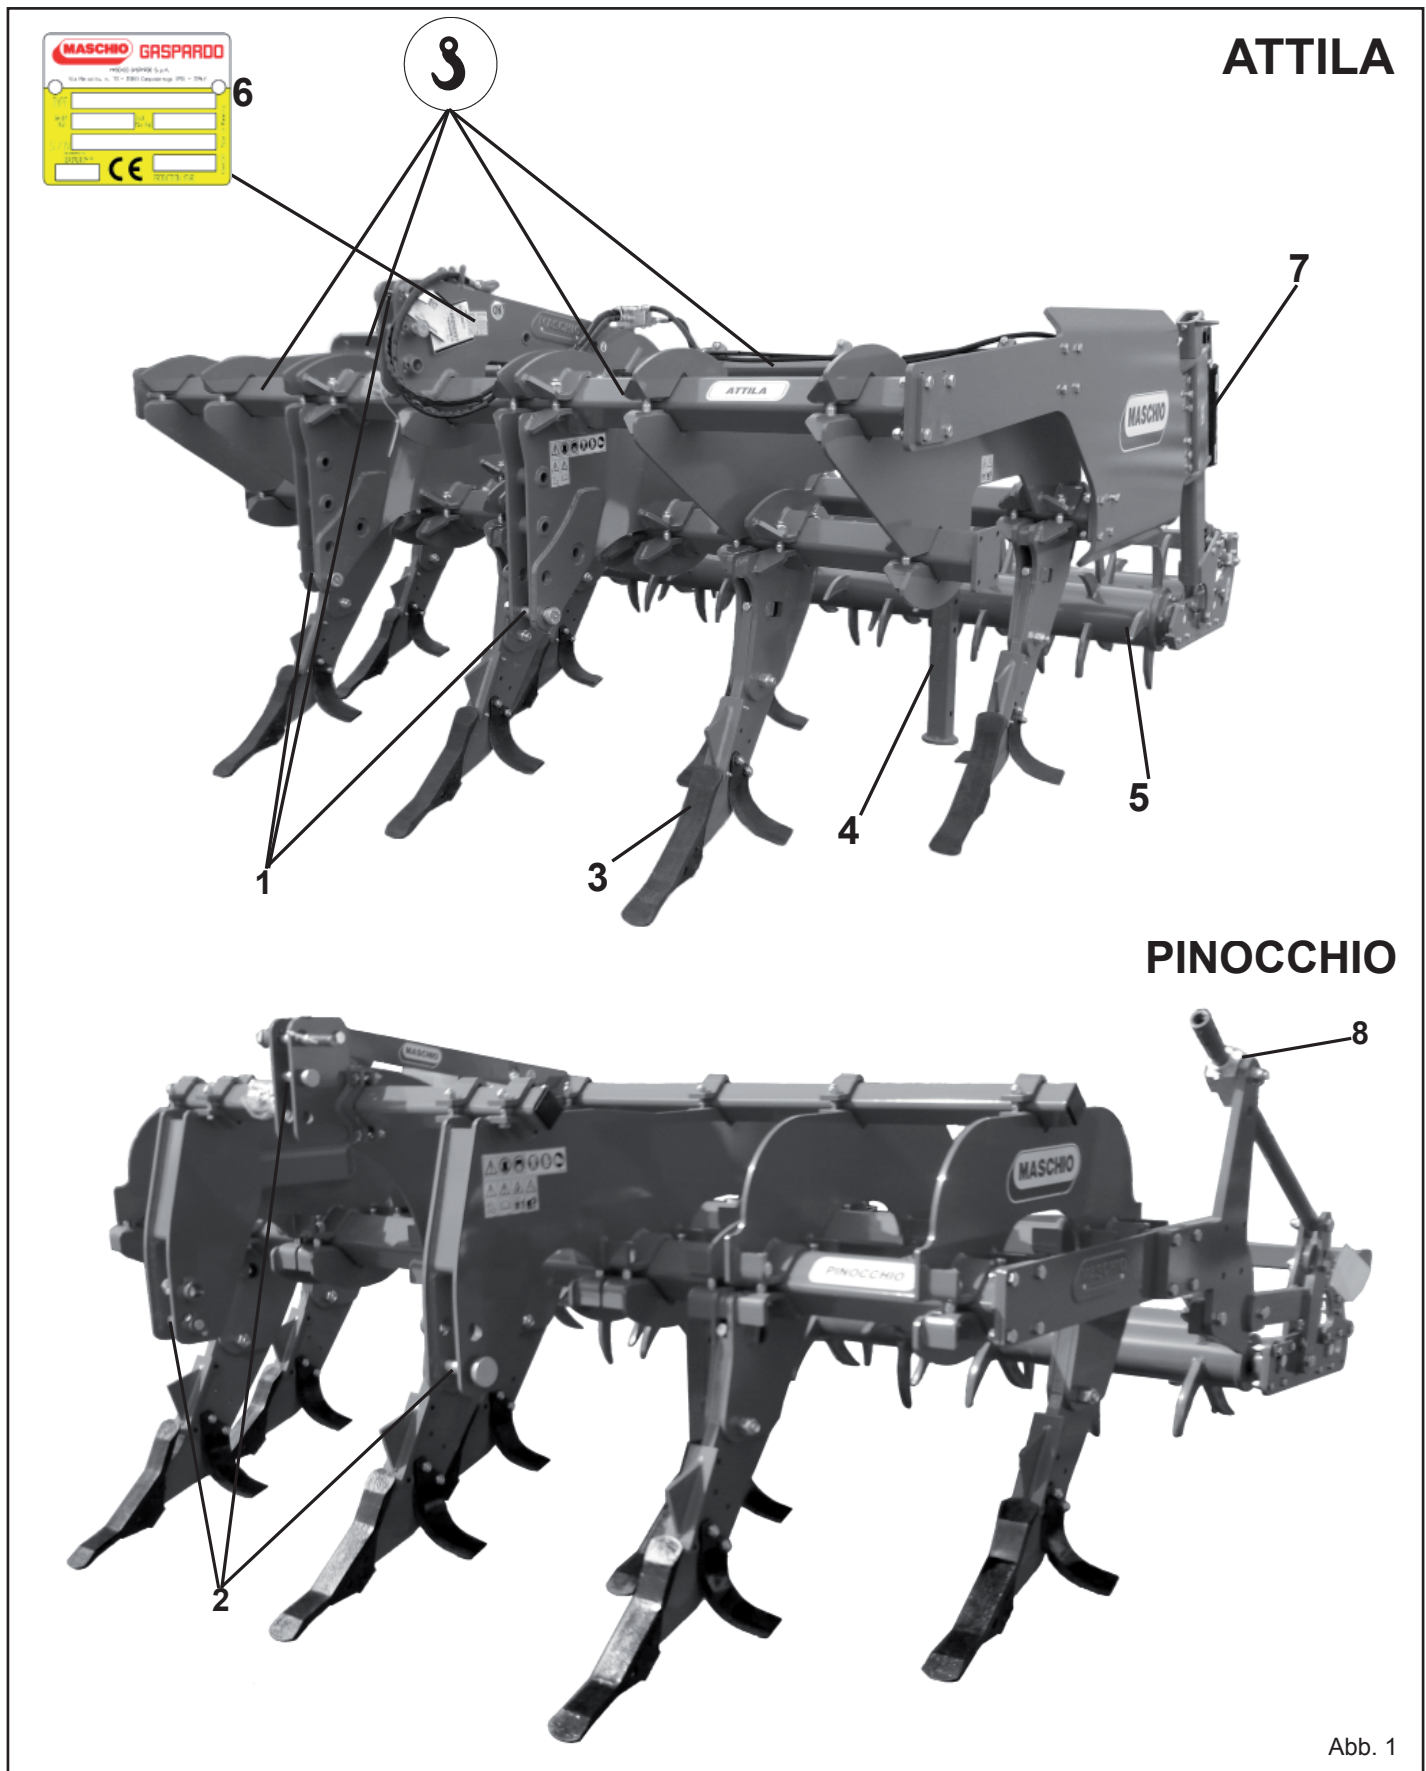

Abb. 1
Falls die Maschine transportiert werden muss, muss sie an den dazu bestimmten Anschlusspunkten durch geeigneten Aufzug oder Kran mit ausreichender Tragkraft gehoben werden. Dieser Vorgang muss aufgrund seiner Gefährlichkeit von geschultem und erfahrenem Personal durchgeführt werden. Das Maschinengewicht kann dem Identifizierungsschild (5 Abb. 1) entnommen werden. Die Anschlusspunkte sind durch das graphische «Haken»-Zeichen gekennzeichnet (5 Abb. 3).
1.6 ZUSAMMENFASSEND (Abb. 1)